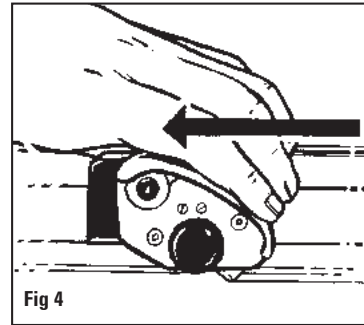

Fig 4
4. Fassen Sie das Klingmagazin wie in Abb. 4 gezeigt und schieben sie den Scheidkopf auf sich zu, bis der Karton vollständig geschnitten ist.
4. Sosteniendo al sujetador de la cuchilla según se muestra en la Fig 4, tire de la cabeza de corte directamente hacia usted hasta que el tablero de lámina perimétrica esté cortado totalmente.
4. Tenendo il portalamina come illustrato nella Fig. 4, tirare la testa di taglio direttamente verso di sé finché il cartoncino non sia completamente tagliato.